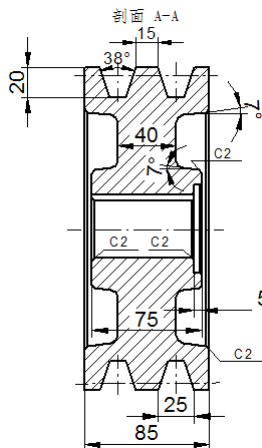
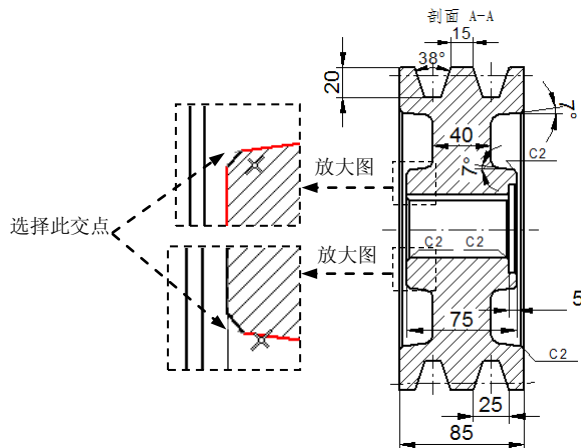
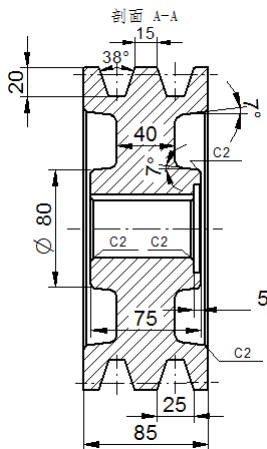

图 10.1.29 标注其他倒斜角尺寸
图 10.1.30 定义参照对象
图 10.1.31 标注直径尺寸 80
Step7. 参照 Step6 的详细操作过程标注其他斜角尺寸，结果如图 10.1.29 所示。
(1) 单击**主页**选项卡**尺寸**区域中的命令，在“方位”下拉列表中选择**用 2 点**选项。
(2) 然后单击“前缀”按钮，在系统弹出的“尺寸前缀”对话框中单击**前缀 (ø)**下面的文本框，然后单击按钮，添加直径符号。单击**确定**按钮。
(3) 选择图 10.1.30 所示的两交点，选择合适的位置放置尺寸，结果如图 10.1.31 所示。